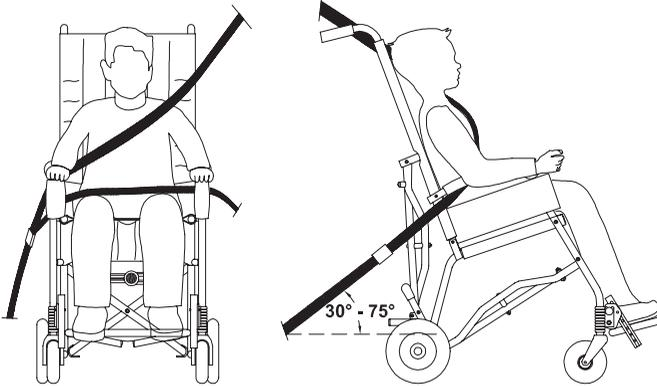

Abb. 5
- **Damit die korrekte Funktionsweise der Gurte gewährleistet ist, müssen diese so eingestellt werden, dass sie fest am Körper des Kindes anliegen:** achten Sie darauf, dass Teile des Rehawagens, wie Räder oder Seintenteile keine Distanz zwischen Kind und Gurt bilden (s. Abb. 5 und 6, S. 12).
- **Der Diagonalgurt für den Oberkörper muss über die Schulter geführt werden,** (s. Abb. 5, S.12)
ACHTUNG! Der Beckengurt muss so tief sitzen, dass er einen Winkel von 30 bis 75 Grad bildet (s. Abb. 5). Auf jeden Fall ist ein größerer Winkel in dem angegebenen Bereich vorzuziehen.